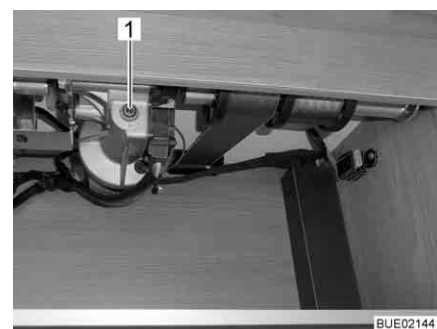

Fig. 135 Accès à l'entraînement
- Insérer la manivelle ou la clé mâle coudée pour vis à six pans creux dans la réception sur le moteur (Fig. 135,1).